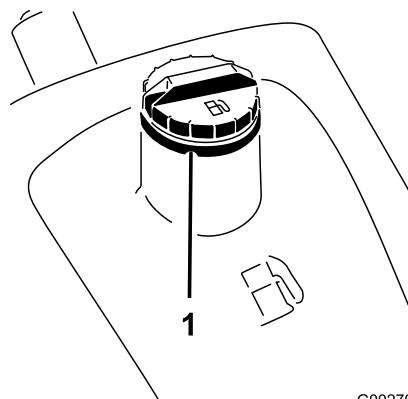

図 14
1. 燃料タンクのキャップ(図 14)の周囲をきれいに拭く。